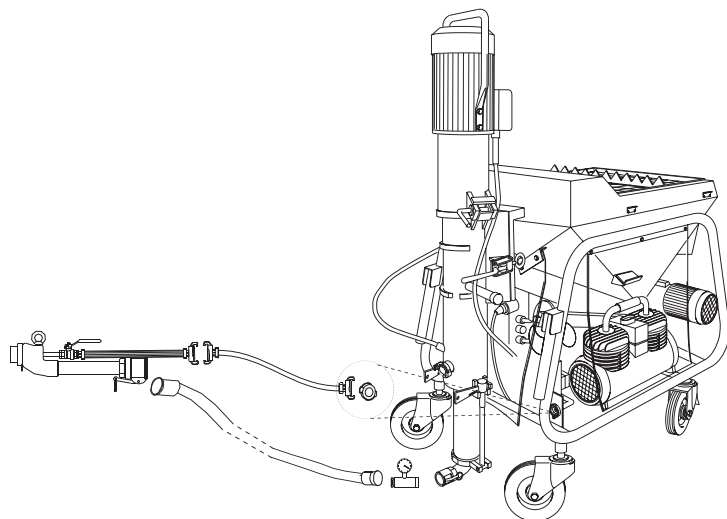

Рисунок 11
- Соедините воздушный шланг с выходным патрубком для воздуха (Рисунок 11)
- Измените направление вращения при помощи переключателя реверса (рисунок 11). Положение 1 = вперед, положение 2 = назад.